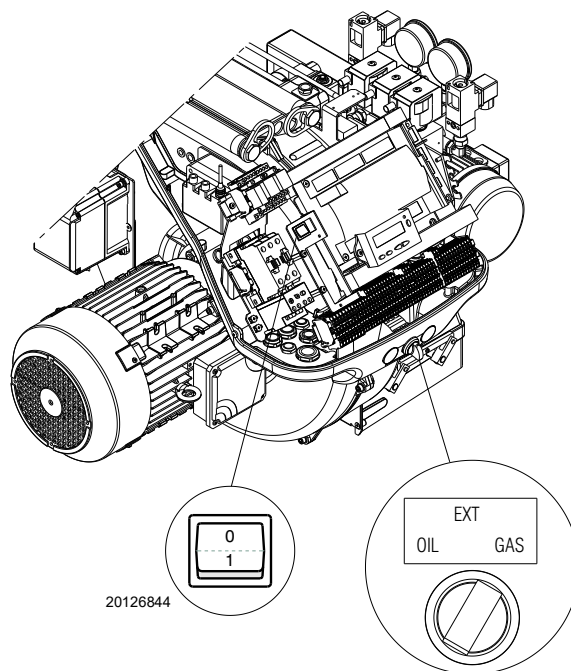

Рис. 36
- 1 с помощью переключателя **OIL-EXT-GAS** (Рис. 36);